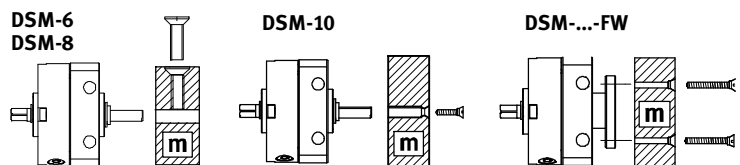

Fig. 5
- 유효 하중을 드라이브 샤프트(돌출형 샤프트/플랜지 샤프트)에 밀어 넣으십시오(Fig. 5).